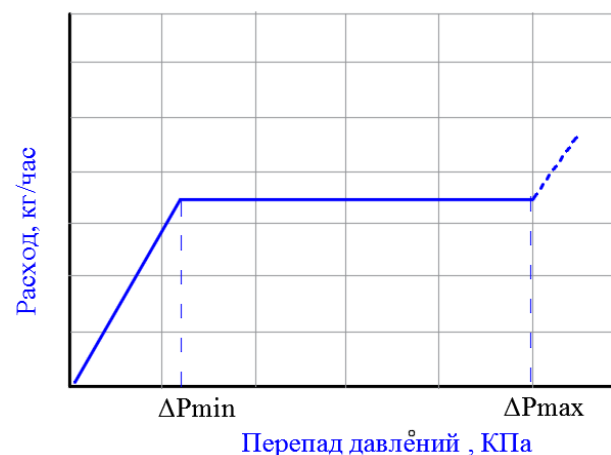

Рис.1 График зависимости перепада давления от расхода
1.2. Настроечный расход поддерживается в рабочем интервале перепадов давлений (от  $\Delta P_{min}$  до  $\Delta P_{max}$ ), указанных в технических характеристиках соответствующего картриджа (см. рис.1).